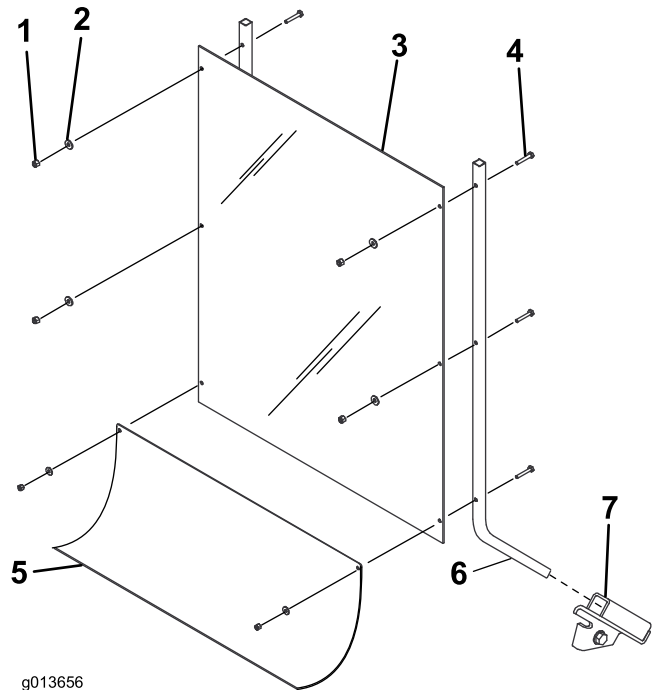

Figura 6
1. Infilate i supporti dello schermo di protezione nelle cavità delle staffe dello schermo montate sulla trattrice (Figura 6).
- Montate lo schermo di protezione e la falda flessibile sui supporti dello schermo come illustrato in Figura 6, mediante 6 viti (1/4 x 1-1/2 poll.), 6 rondelle e 6 dadi di bloccaggio (1/4 poll.).